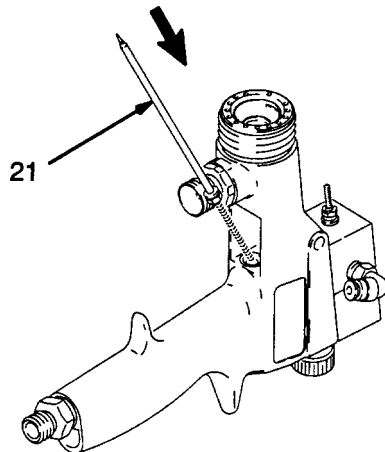

Fig. 4
11. Utilizar el extremo roscado de la aguja de fluido (21) para extraer la junta de la copa en U (33) presentada en la Fig. 4.